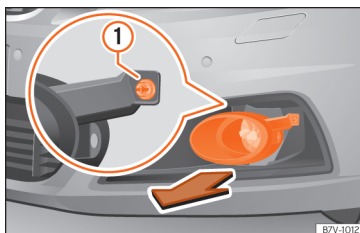

Abb. 66 Im Stoßfänger vorn rechts: Ausbau der Scheinwerfer.
- Abdeckung in Pfeilrichtung nach vorn ziehen »» **Abb. 66.**
- Befestigungsschraube »» **Abb. 66** (1) mit dem Schraubendreher aus dem Bordwerkzeug herausdrehen »» **Seite 44.**
- Befestigungsschraube »» **Abb. 66** (1) mit dem Schraubendreher festdrehen.
- Abdeckung in den Stoßfänger einsetzen »» **Abb. 66.**